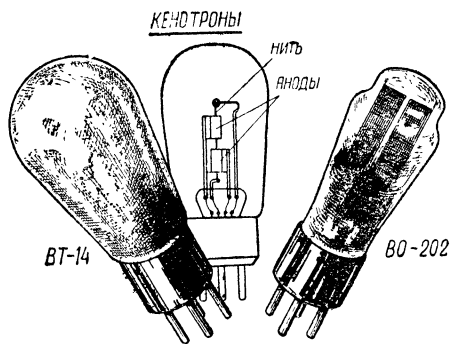

Рис. 143. Кенотроны (выпрямительные лампы) ВТ-14 и ВО-202
(125) легко узнать по форме баллона (рис. 143); в кенотроне ВТ-14 его два цилиндрических анода скрыты под серебристым налетом на баллоне.